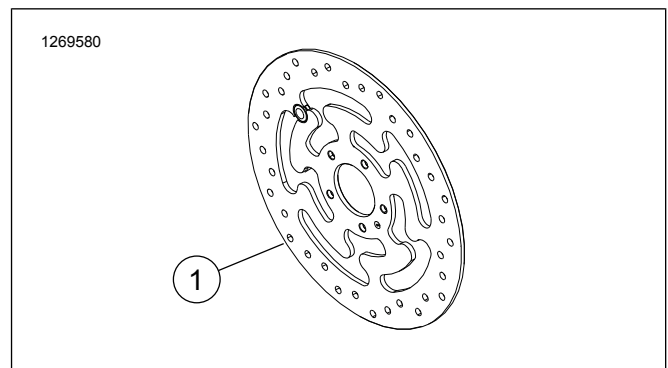

Abbildung 1. Vorderradbremsscheibe
- Brems Scheibenschrauben. Siehe Abbildung 1 und Tabelle 1.